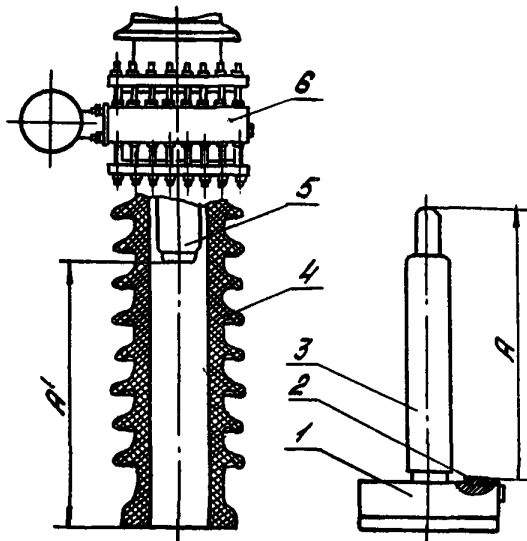

Рис.8. Схема проверки вжима контактов отделителя:
07.5. Собрать отделитель, проверить вжим контактов А - А' (норма 10 ± 2 мм) согласно схеме рис.8. Регулировка вжима производится подбором толщины резинового уплотнения 2.